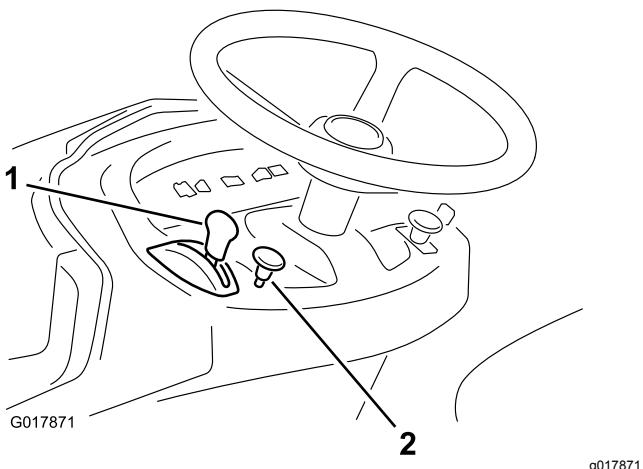

Figura 9
6. Quando avviate un motore a freddo, tirate verso l'esterno la manopola dello starter (**Figura 9**).
8. Quando il motore si accende, spostate lentamente la leva di comando dell'acceleratore in posizione Fast (**Figura 9**).
1. Spostate la leva di comando dell'acceleratore in posizione Slow (**Figura 9**).